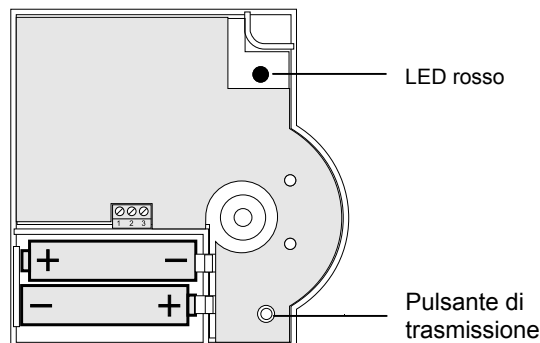

Figura 2: Polarità delle pile e del pulsante di trasmissione
- ▶ Inserire le pile mignon comprese nella fornitura con la corretta polarità (vedere Figura 2). Quando lampeggia il LED rosso sul HCW 82/HCF 82 è necessario sostituire le pile (vedere "Sostituzione delle pile", pagina 18).
- ▶ Attivare entro 4 min. il teach-in premendo sul sensore termico per ambienti il pulsante di trasmissione (vedere Figura 2, Pulsante di trasmissione).